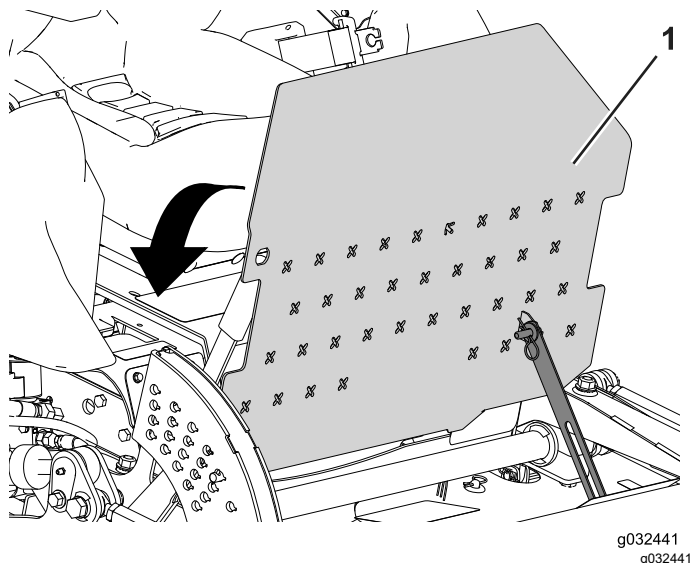

Figure 49
- Inclinez la plate-forme de l'utilisateur à la position verrouillée (Figure 49).